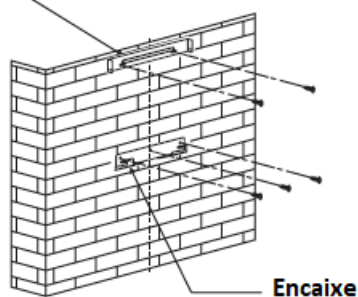

Fig. 3
- Faça um traço vertical na parede, centrado em relação à placa de cozedura (fig. 3).
Faça os 2 furos e coloque as cavilhas para o suporte de chaminé interior (fig. 3).
- Aparafuse o suporte de chaminé interior à parede com 2 parafusos. Assegure-se de que são instalados em posição horizontal (fig. 3).
- Calcule a altura final para fixar a estribo em U do suporte da chaminé (fig. 3).
- Faça os 2 furos de 8mm e fixe a estribo de suporte da chaminé tendo atenção que estejam bem fixos ao exaustor (fig. 3).
- Calcule a altura final para fixar a estribo de suporte da chaminé (fig. 3).